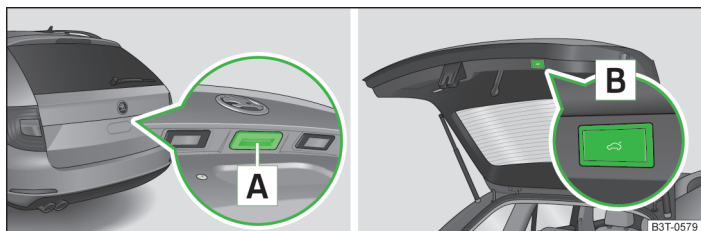

Fig. 24 Utilizarea clapetei
- > Cu mânerul **A** de la partea exterioară a capotei » fig. 24.
- > Cu tasta **B** de la partea interioară a capotei » fig. 24.
- ▶ Apăsati și mențineți apăsată tasta **B** » fig. 24 la pagina 40 pentru mai mult de 3 secunde.